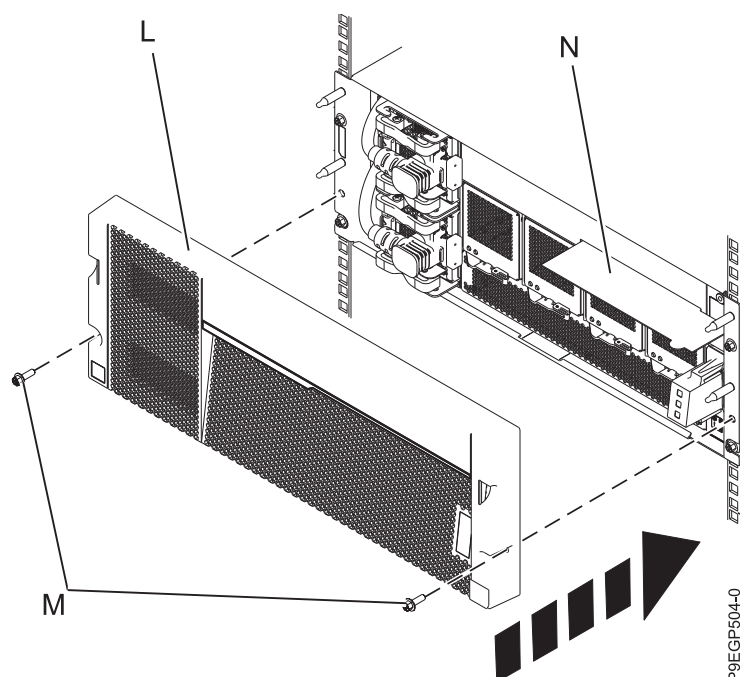

図 10. カバーおよびサービス情報カードの取り付け
- カバー (L) をドロワーに取り付けます。カバーを押して所定の位置に収めたら、2 本の M5 ねじ (M) を使用して、左右のレールに固定します。 13 ページの図 10 を参照してください。
8. サービス情報カードをカバーのスロット (N) に挿入します。